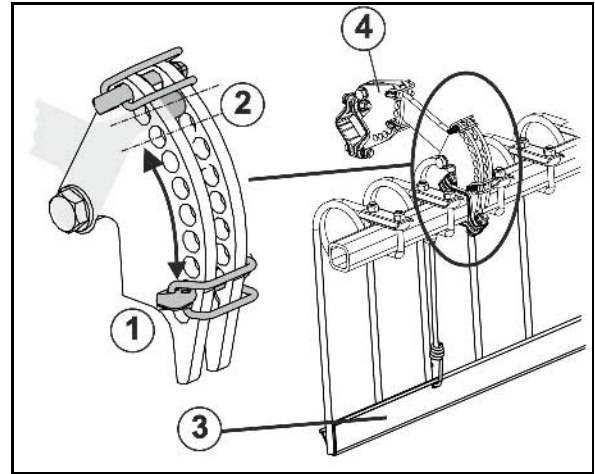

图 36
- 机器的每一个悬臂都具备一种圆盘偏移设置可能性 (Fig. 36)